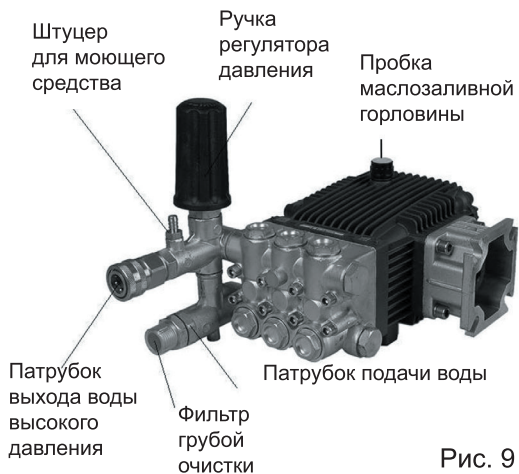
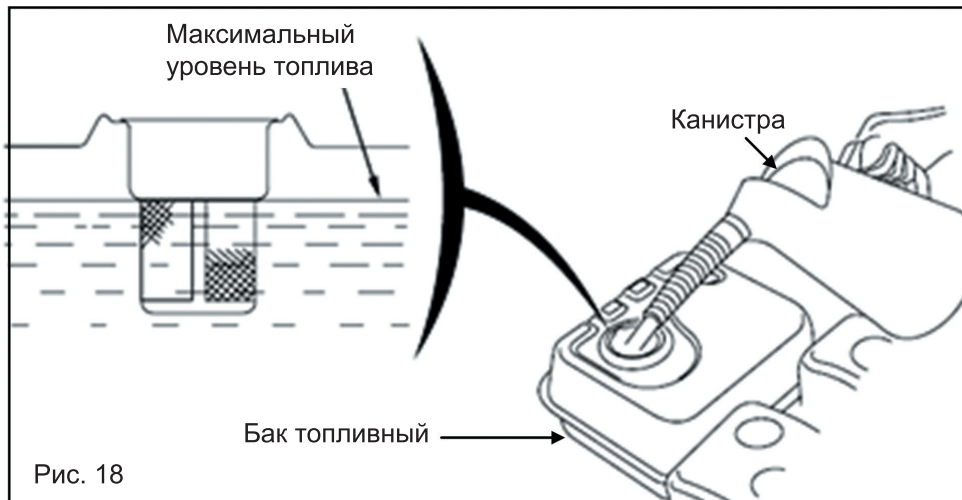

Рис. 9
Рис. 18
4. Подключите всасывающий шланг к патрубку подачи воды (рис. 9)
5. Подключите шланг высокого давления (в/д) к патрубку выхода воды высокого давления (рис. 9).
Открутите крышку бензобака (рис.9). Под крышкой расположен сетчатый фильтр, который препятствует попаданию мусора в бензобак при заливке топлива. Залейте в топливный бак топливо (бензин АИ92) до необходимого уровня. Заливать топливо в бак необходимо через воронку, или из специальной канистры с удлиненной горловиной (рис. 18). После дозаправки надежно закрутите крышку бензобака.